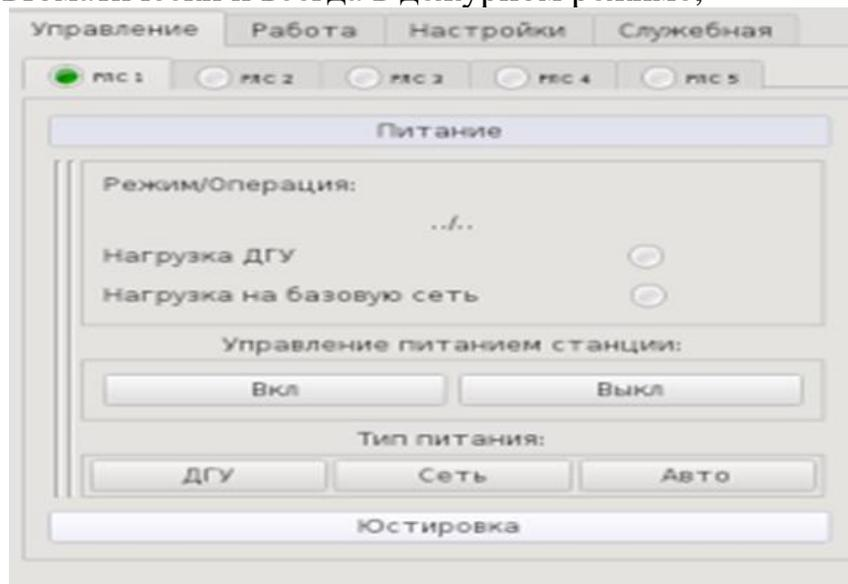

Рис. 8.16. Вид вкладки «Управление»
- открыть вкладку «Управление». Во вкладке «РЛС 1» («РЛС 2–5») открыть поле «Питание» и в поле «Управление питанием станции» провести включение выбранной РЛС нажатием кнопки «Вкл» (рис. 8.16). Включение РЛС происходит автоматически и всегда в дежурном режиме;